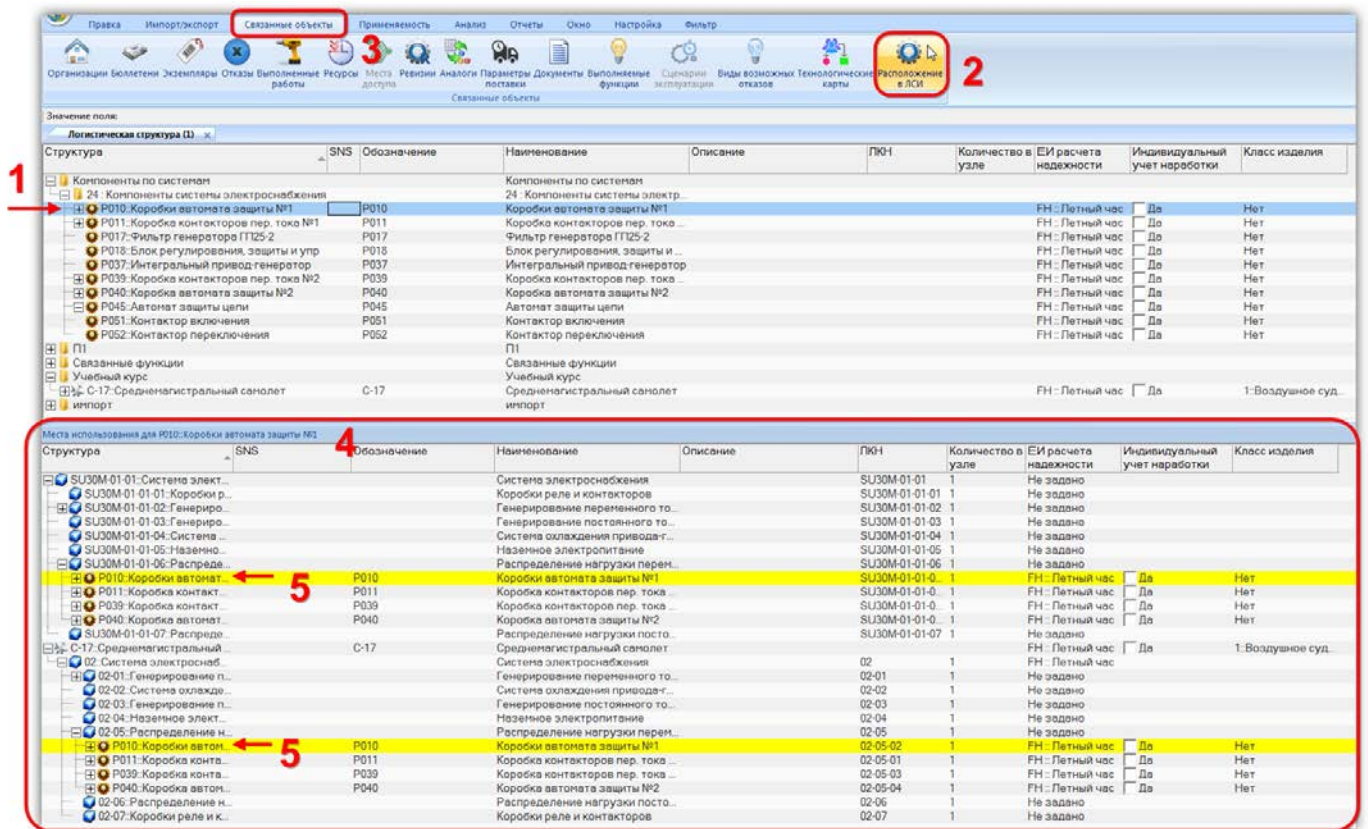

Рис. 10-64 – Расположение искомого компонента в логистических структурах
- 3) В появившемся окне «Поиск» задайте критерии (рис. 10-64).